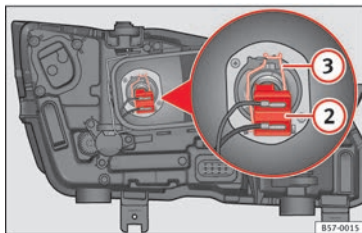

Fig. 105 Nel vano motore: lampadina degli anabbaglianti.
3. Estrarre il connettore » **fig. 105** ② della lampada.
4. Sganciare la molla di ritenuto » **fig. 105** ③ premendola verso l'interno e a destra.